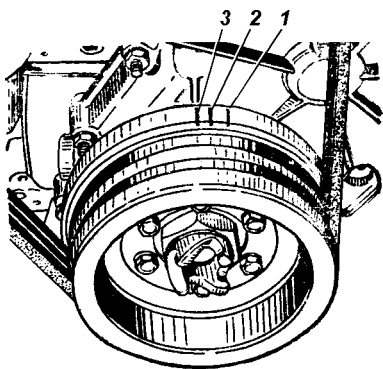
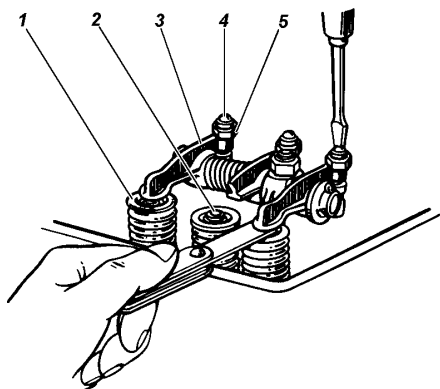

Рис. 4.10. Установочные метки на шкиве коленчатого вала двигателей ЗМЗ:
Рис. 4.12. Регулировка зазора между коромыслом и клапаном:
- установить поршень первого цилиндра по метке на шкиве-демпфере коленчатого вала (рис. 4.10, 4.11) в ВМТ при такте сжатия и щупом проверить зазор между коромыслами и 1, 2, 4, 6 клапанами. При неправильном зазоре с помощью регулировочного винта установить зазор по щупу (рис. 4.12), после чего, поддерживая отверткой регулировочный винт, затянуть контргайку и проверить правильность зазора;